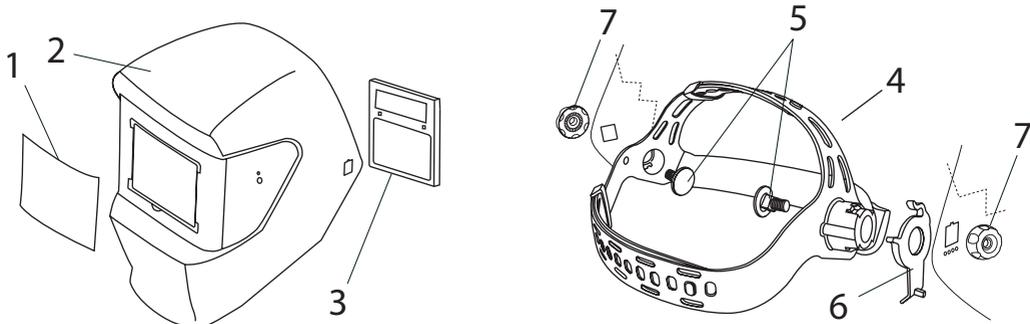

Рис.1.
1. Длину окружности оголовья можно увеличить или уменьшить, переставляя затылочные фиксаторы реечной наголовной ленты (рис. 1, п. 4).
2. Если наголовник сидит на голове слишком высоко или слишком низко, отрегулируйте посадку перестановкой фиксаторов на верхней рейке наголовника (рис. 1, п. 4.)